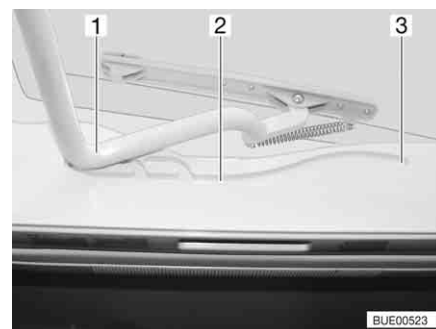

Fig. 22 Oblò inclinabile, guida
- Tirare la staffa (Fig. 22,1) nelle guide (Fig. 22,2) fino alla posizione più all'indietro (Fig. 22,3).
- Spingere la staffa (Fig. 22,1) leggermente verso l'alto con ambedue le mani.
- Tirare la staffa nelle guide (Fig. 22,2) fino alla posizione desiderata.